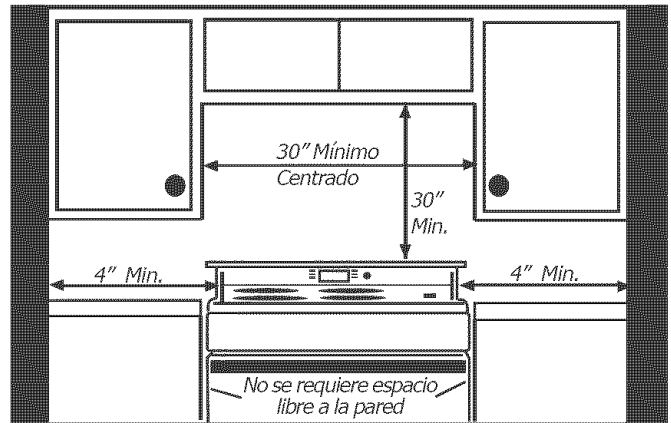

Figura 2: Espacios libres que se requieren
**Desde las paredes de la estufa a los materiales adyacentes** (Vea Figura 2)